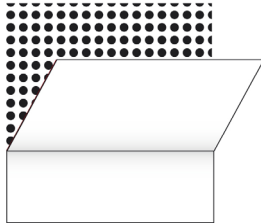

Abbildung 05
- › Sobald die Folie korrekt ausgerichtet und im oberen Bereich angebracht wurde, ist das Abdeckband zu entfernen und der Liner komplett abzulösen. (Abb. 05)